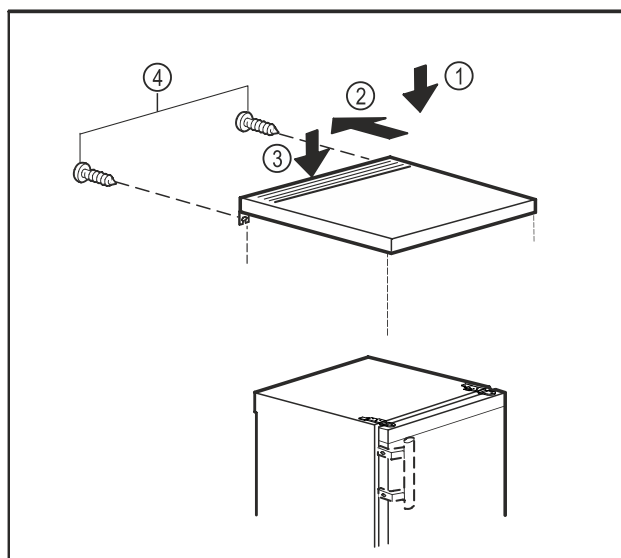

Fig. 10
- ▶ Lägg topplatta på skåpet. Fig. 10 (1)
- ▶ Skjut topplatta bakåt. Fig. 10 (2)
- ▶ Tryck ner topplatta baktill. Fig. 10 (3)
- ▶ Skruva fast skruvar på baksidan. Fig. 10 (4)